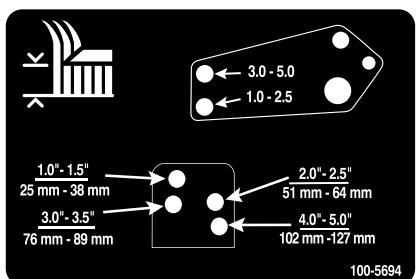

Рисунок 31
10. Совместите отверстия тяг демпферов с выбранными отверстиями кронштейнов высоты скашивания в раме деки газонокосилки, вставьте шплинтуюемые штифты и зафиксируйте их игольчатыми шплинтами (Рисунок 31).